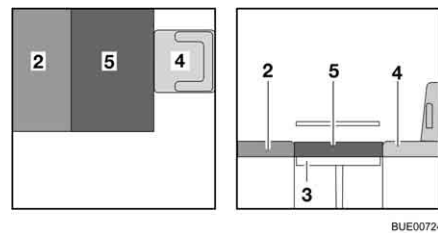

Bild 122 Nach dem Umbau
- Das Zusatzpolster (Bild 122,5) auf den Tisch legen.
- Den Fahrersitz (Bild 122,4) gegebenenfalls wieder nach hinten schieben.